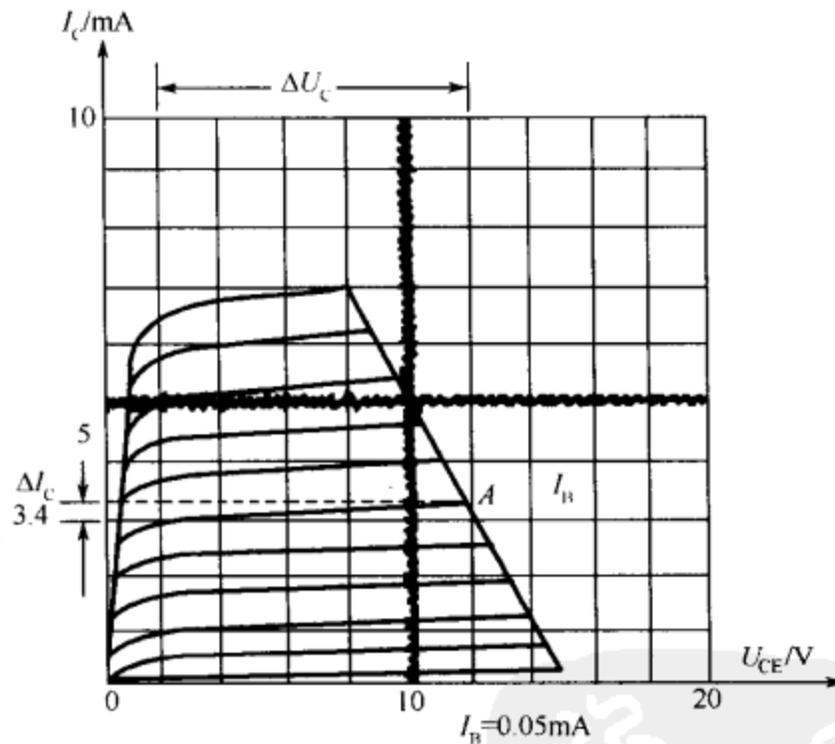

图 5-12 输出特性曲线簇
(1)输出特性曲线簇的测定。将测试选择旋钮置晶体管 A 挡或 B 挡;接地选择旋钮置于“发射极接地”;晶体管插入选择插孔的相应“极性”的引脚中;X 轴作用置于“2V/度”;Y 轴作用置于“1mA—V/度”;阶梯作用选择开关置于“重复”;阶梯选择旋钮置于“0.01mA/级”;基极阶梯信号的极性选择旋钮置于“+”;集电极扫描信号的极性选择旋钮置于“+”;级/簇调节旋钮置于“10 级”;级/s 选择开关置于“200”;峰值电压调节旋钮置于“0V~20V”;功耗限制电阻选择旋钮置于“1kΩ”。然后逐渐增加峰值 $U_{CE} = 12.5V$ 时,其输出特性曲线簇如图 5-12 所示。